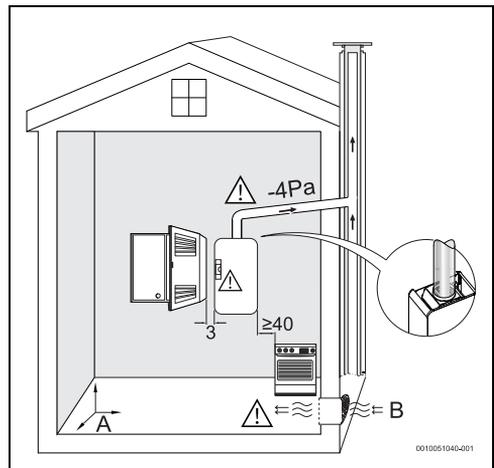

Fig. 12 Requisitos mínimos
- ▶ Respeitar as medidas mínimas de instalação indicadas na Fig. 12.
- ▶ Assegurar o bom acesso nos trabalhos de manutenção, respeitando os requisitos mínimos indicados na Fig. 12.